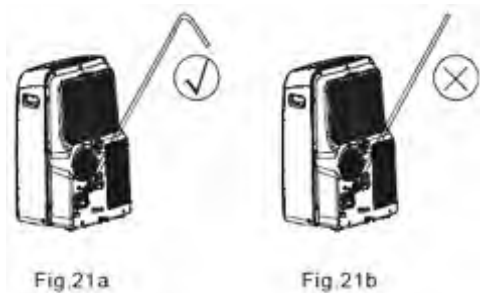

Fig.22
- Cuando el nivel del agua de la bandeja inferior alcanza un nivel predeterminado, la unidad emite un pitido 8 veces, el área de visualización digital muestra "P1". En este momento el proceso de climatización/deshumidificación se detendrá inmediatamente. Sin embargo, el motor del ventilador continuará funcionando (esto es normal). Cuidadosamente mueva la unidad a un lugar de desagüe, retire el tapón de drenaje inferior y deje que el agua fluya fuera (Fig. 22). Vuelva a instalar el tapón de drenaje inferior y reanude la máquina hasta que el símbolo "P1" desaparece. Si el error se repite, llame al servicio técnico.
- Retire el tapón de la salida de drenaje inferior, toda el agua en la bandeja inferior se drene (Véase la Fig. 22).